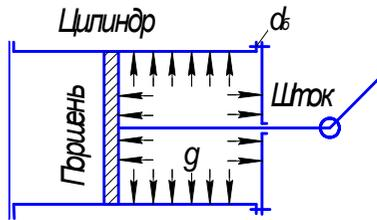

Рис. 2.41
**Пример 2.** Поршень цилиндра паровой машины имеет диаметр  $D = 400$  мм (рис.2.41), а шток поршня – диаметр  $d = 56$  мм. Давление пара 10 ат. Длина штока  $L = 750$  мм, материал штока – сталь. Найти наибольшее напряжение в штоке и соответствующее изменение его длины во время одного хода машины.